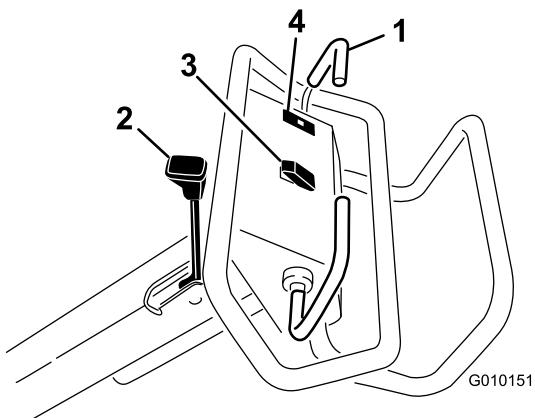

Figure 11
Pour avancer, poussez la barre de commande de déplacement en avant. Pour reculer, tirez la barre de commande de déplacement en arrière (Figure 11).
- Pour serrer le frein de stationnement, rapprochez le levier de la poignée (Figure 11).
Le témoin de pression d'huile (Figure 11) s'allume quand la pression de l'huile moteur descend au-dessous du niveau admissible. Dans ce cas, coupez le moteur et recherchez la cause de la baisse de pression. Effectuez les réparations nécessaires avant de remettre le moteur en marche.
Levage – appuyez sur le haut du commutateur (Figure 11) pour lever la tête d'aération et la désengager. Le moteur doit être en marche pour produire la pression de levage. Si la tête d'aération est en dessous de la hauteur de transport, voir Réinitialisation du circuit de commande du système (page 25).
Abaissement/engagement - Appuyez sur le bas du commutateur (Figure 11) pour abaisser et engager la tête d'aération. La barre de commande de déplacement doit être en position avant pour activer le commutateur.